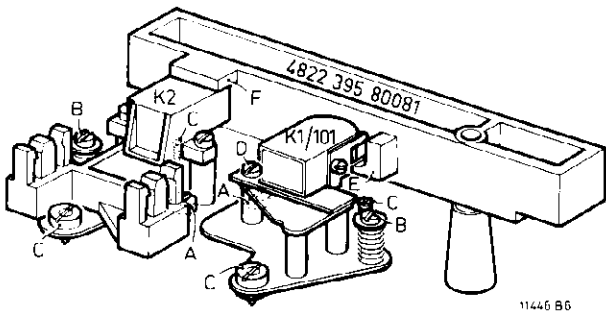

Fig. 9
I. Remplacement du bloc de la tête enregistr./reprod. ou de la tête effacement (fig. 9)
a. Hauteur de la tête enregist./repro. (fig. 9)